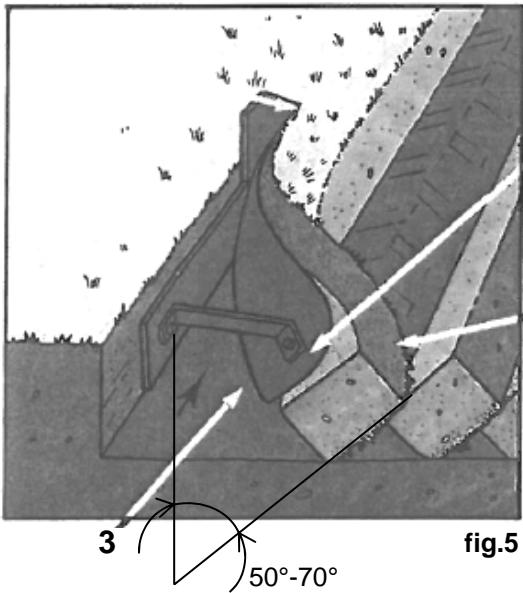
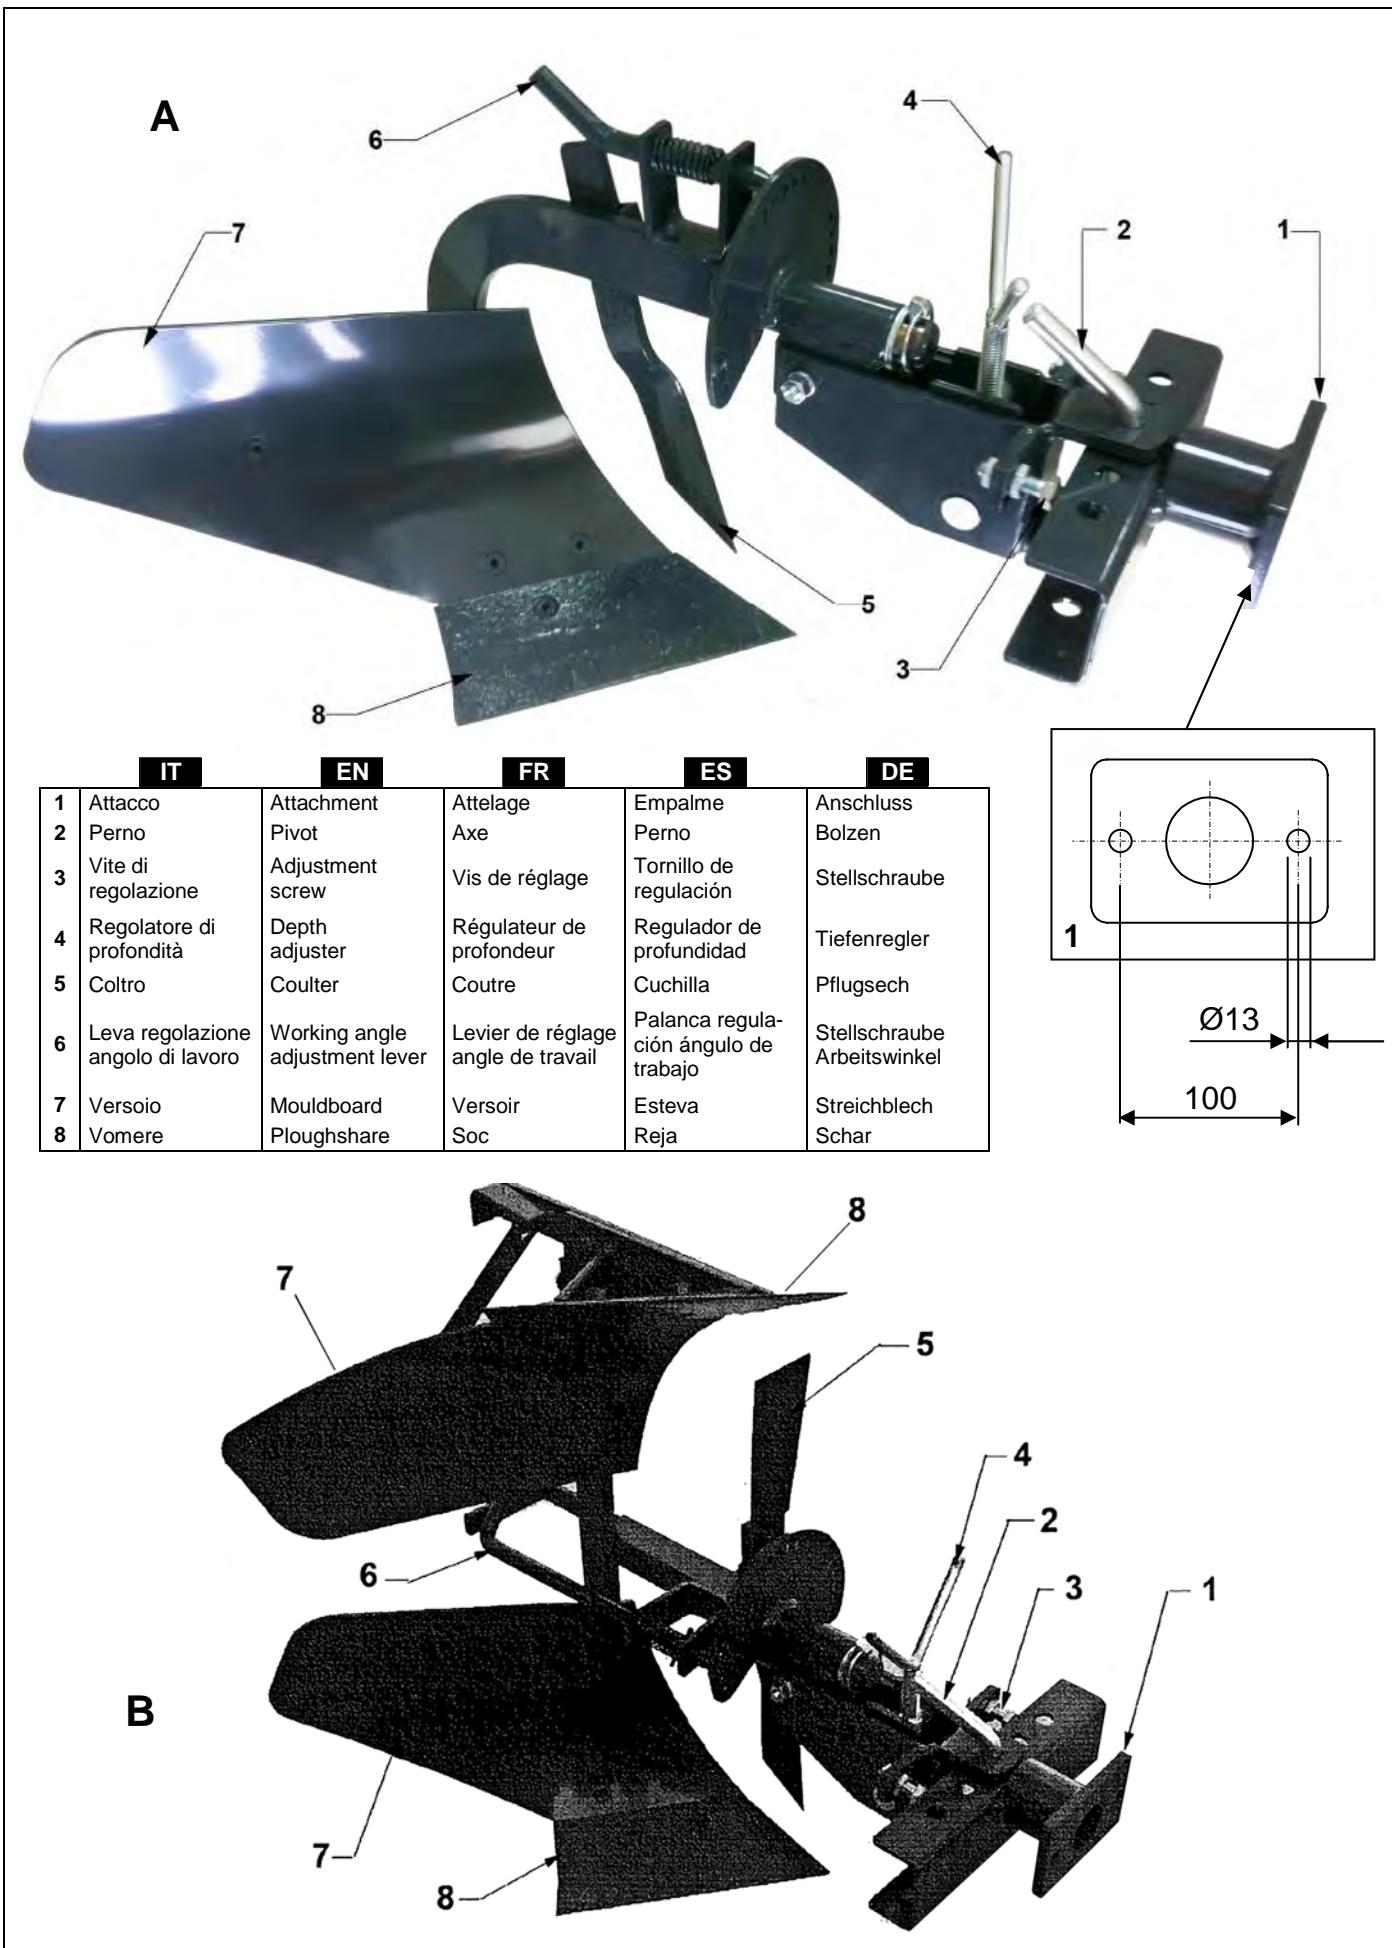

fig.5
Fig.6
L'attrezzatura deve essere utilizzata in abbinamento con un motocoltivatore. L'aratro deve essere attaccato al motocoltivatore in sostituzione della fresa, utilizzando la flangia in corrispondenza della presa di forza. L'aratro può essere utilizzato per arare terreni non dissodati di media consistenza e durezza (vedi fig.5).
La sezione di terreno (2 fig.5) generata dall'avanzamento dell'aratro è tagliata verticalmente dal coltore (rif. 5 fig.6) e orizzontalmente dal vomere (rif. 8). La sezione di terreno viene sollevata dal vomere e accompagnata dal versoio (rif. 7) nella sua rotazione, che dovrà essere di circa 50°-70° (a seconda della tipologia di terreno) rispetto alla verticale. Si raggiunge così la perfetta funzionalità dell'attrezzatura.
The equipment must be used in combination with a tiller. The plough should be attached to the tiller - in place of the milling cutter - using the flange at the power take-off. The plough can be used for ploughing zero-till soils of medium texture and hardness (see fig.5).
The section of ground (2 fig.5) generated by the advancement of the plough is cut vertically by the coulter (ref.5 fig.6) and horizontally by the ploughshare (ref.8). The section of ground is lifted by the plough-share and accompanied by the mouldboard (ref.7) in its rotation, which should form an angle of approximately 50°-70° (depending on soil type) with the vertical direction. These are the best conditions in which to operate the equipment.
L'équipement doit être utilisé en accouplement avec un motoculteur. La charrue doit être accrochée au motoculteur en remplacement de la fraise, en utilisant la bride qui correspond à la prise de force. La charrue peut être utilisée pour labourer des terrains qui ne sont pas défrichés de moyenne consistance et dureté (voir la fig.5).
La section du terrain (2 fig.5), générée par l'avancement de la charrue, est coupé verticalement par le couteau (réf. 5 fig.6) et horizontalement par le soc (réf. 8). La section de terrain est soulevée par le soc et accompagné par le versoir (réf. 7) dans sa rotation, qui devra être d'environ 50°-70° (selon la typologie du terrain) par rapport à la verticale. On atteint ainsi la fonctionnalité parfaite de l'équipement.
El equipo puede utilizarse combinado con un motocultivador. El arado debe estar conectado al motocultivador sustituyendo a la fresa, usando la brida a la altura de la toma de fuerza. El arado puede utilizarse para arar terrenos no labrados de consistencia y dureza medias (veer la fig.5).
La sección de terreno (2 fig.5), generada por el avance del arado, está cortada verticalmente por la cuchilla (ref. 5 fig.6) y horizontalmente por la reja (ref. 8). La reja levanta la sección de terreno y la esteva (ref. 7) la acompaña en su rotación, que tendrá que ser de unos 50°-70° (según el tipo de terreno) respecto a la vertical. De este modo se alcanza la perfecta funcionalidad del equipo.
Das Gerät muss zusammen mit einem Einachstraktor verwendet werden. Der Pflug wird anstelle der Fräse angebracht; hierzu wird der Flansch an der Zapfwelle verwendet. Der Pflug kann zum Pflügen von unbearbeiteten Erdreichen durchschnittlicher Festigkeit und Härte eingesetzt werden (siehe Abb.5).
Der durch die Fahrt des Pfluges bearbeitete Bodenbereich (2 Abb.5) wird vom Pflugsech senkrecht (Bez. 5 Abb.6) und von der Schar waagerecht (Bez. 8) eingeschnitten. Der Bodenbereich wird von der Schar ausgehoben und vom Streichblech (Bez. 7) bei seiner Rotation begleitet, die ca. 50°-70° (je nach der Art des Erdreichs) zur Senkrechten beträgt. Dadurch wird der bestmögliche Nutzungssgrad des Gerätes sichergestellt.
#### ATTACCO AL MOTOCOLTIVATORE (fig.6 pag.10)
#### REGOLAZIONI (fig.6 pag.10)
#### ATTACHING TO THE TILLER (fig.6 page 10)
#### ADJUSTMENTS (fig.6 page 10)